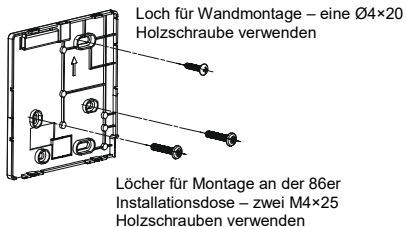

Abb. 4
3. Verwenden Sie zur Montage der Rückwand an der 86er Installationsdose zwei M4×25 Holzschrauben und zur Befestigung an der Wand eine M4×20 Holzschraube. (Siehe Abb. 4.)